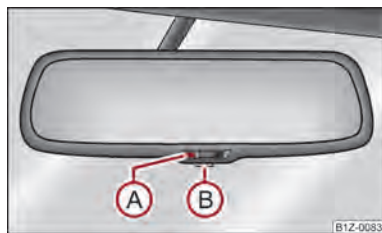

Fig. 40 Rétroviseur intérieur jour/nuit automatique
- Appuyez sur la touche (B) → fig. 40, le témoin (A) s'allume.